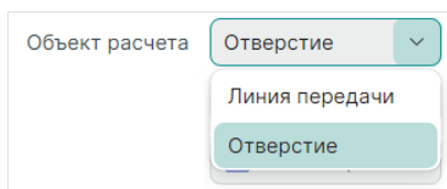

Рис. 92 Выбор объекта расчета
2. Выбор объекта расчета – отверстие, см. Рис. 92: